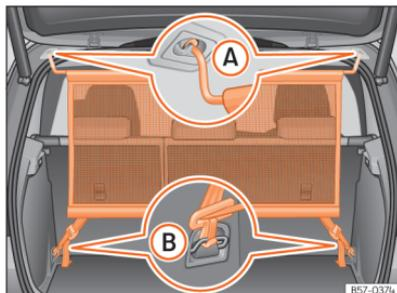

Fig. 172 Rede de separação montada.
• Engate a rede de separação do alojamento esquerdo do teto »» Fig. 172 (A). Certifique-se de puxar a haste transversal para baixo além da posição superior.
• Engate a rede de separação no alojamento direito do teto, comprimindo a vareta transversal »» Fig. 172 (A).
• Engate os dois ganchos da rede de separação nas argolas de fixação da bagageira »» Fig. 172 (B) e tensione bem os cintos de fixação.